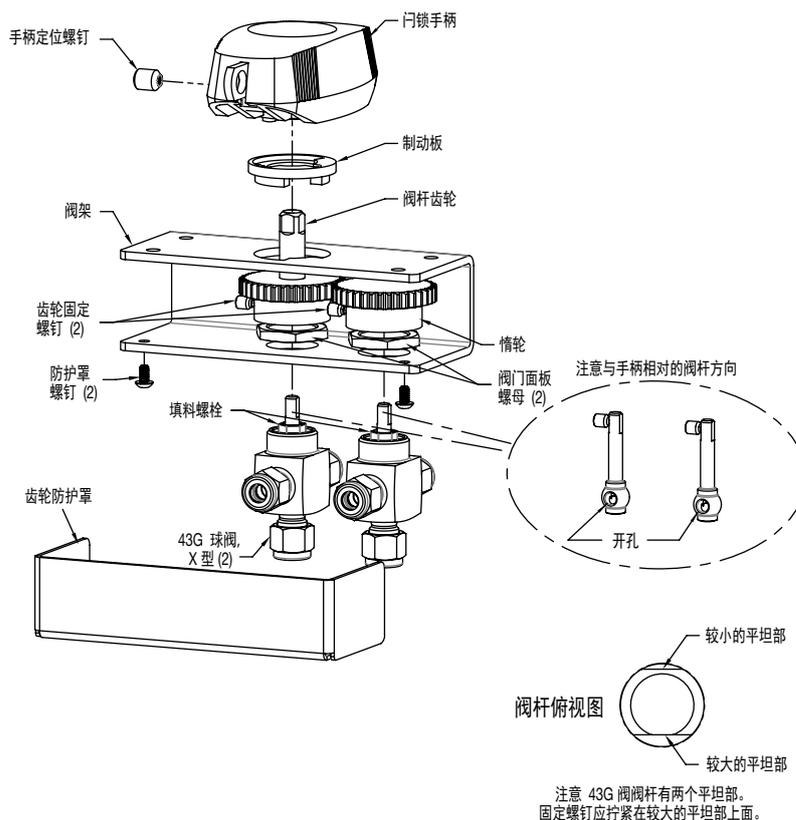
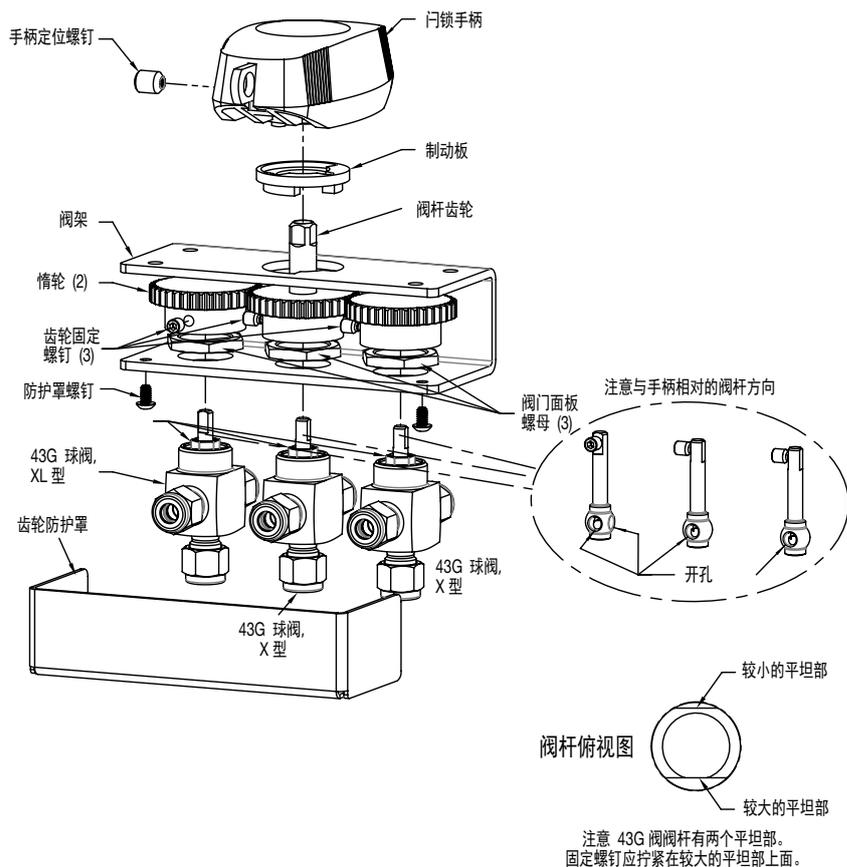

图 9 — 2 阀 GSM 装配分解图
图 12 — 3 阀 GSM 装配分解图
2. 通过拧松手柄固定螺钉拆卸手柄和销牌。请参阅图 9 了解 2 阀装配和图 12 了解 3 阀装配。
3. 无需旋转齿轮, 使用 (4) 1/4-20 UNC 机械螺钉安装到面板背面。(未提供)
不需要将阀门从阀架上拆下来。请参阅图 9 了解 2 阀装配和图 12 了解 3 阀装配。